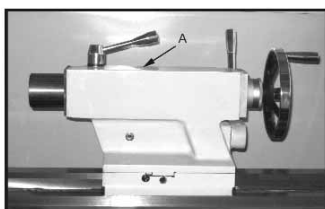

Fig. 8
8. **Dubbdocka:** Smörj oljekulan (A, fig. 8) på ovansidan av dubbdockan varje dag med Mobil DTE® Oil Heavy Medium.